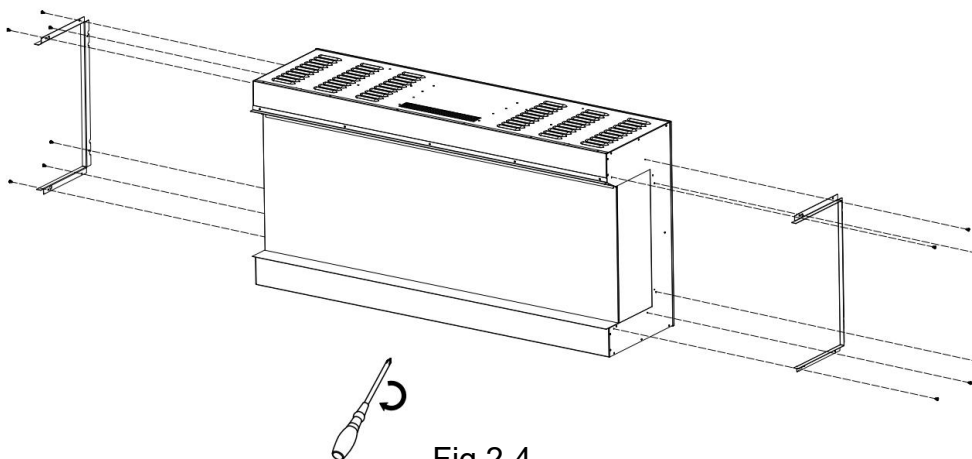

Fig.2-4
3. Przymocuj ponownie ramki, po zdjęciu paneli. Fig.2-4